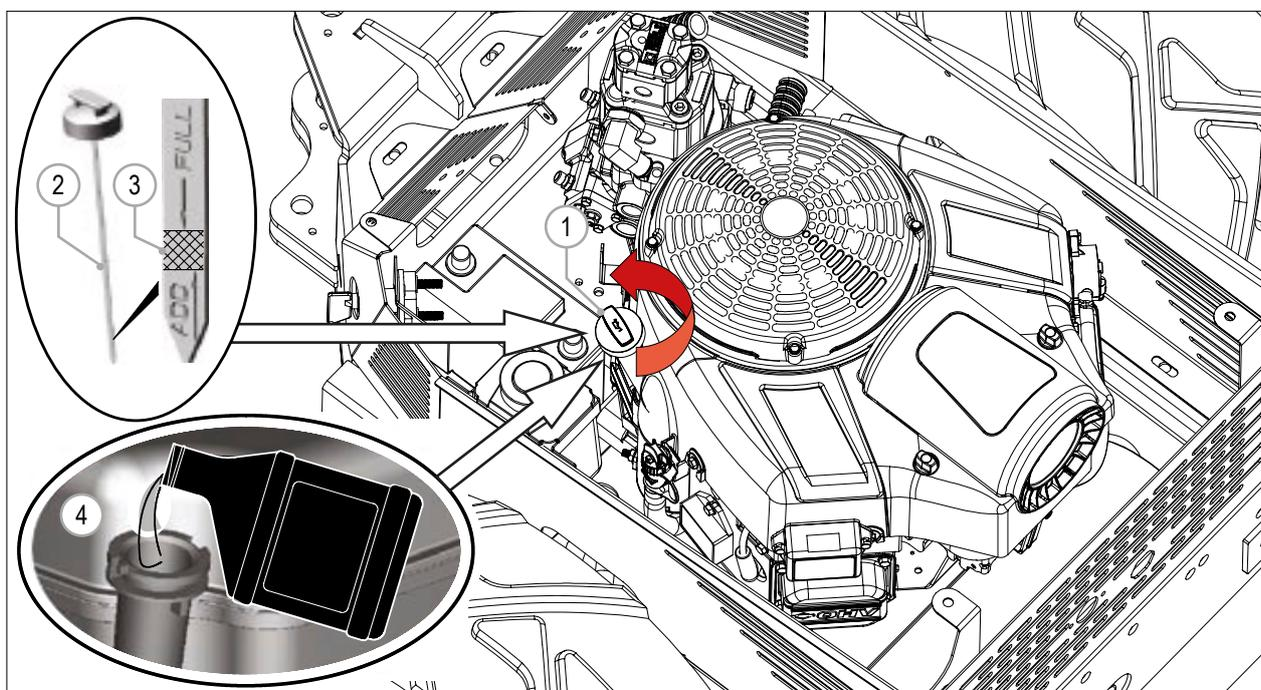

РИС. 39
- 4) Откройте крышку масляного фильтра двигателя (РИС. 39 - Сс. 1)
- 5) Найдите отметки «максимальный уровень» и «минимальный уровень» (РИС. 39 - Сс. 3) на щупе (РИС. 39 - Сс. 2).
- 6) При необходимости долейте масло (РИС. 39 - Сс. 4). Важно использовать указанный в руководстве тип масла.